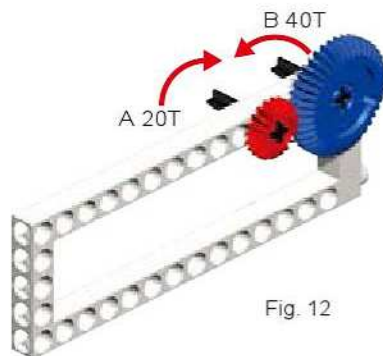

Fig. 12
1. Utilise une roue 20T, une roue 40T et deux petits arbres, pour monter l'ensemble montré à la figure 12.